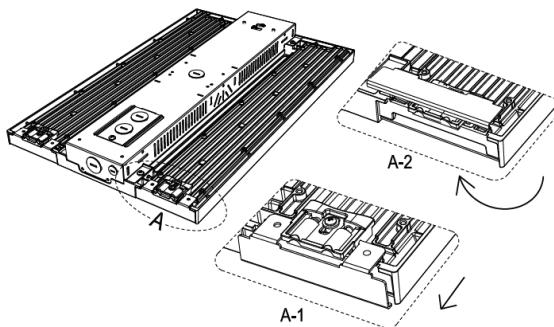

Figure 1
**STEP 1:** Push the retaining clasp with your finger to open the lens retaining plate in a rotating manner so that it falls into the slot of the heatsink. See Figure 1.
**IMPORTANT:** Ce produit doit être installé conformément aux codes en vigueur et par une personne qui connaît bien la fabrication du produit, son fonctionnement et les dangers qui y sont associés.**Remplacement de la Lentille****ÉTAPE 1:** Poussez sur la boucle de retenue avec votre doigt pour ouvrir la plaque de retenue de la lentille en la faisant tourner de sorte qu'elle tombe dans la fente du dissipateur thermique. Voir la Figure 1.**ÉTAPE 2:** Retirez la lentille du luminaire, remplacez-la par une nouvelle lentille et fermez la plaque de retenue de la lentille. Voir la Figure 2.**Réglage de la Température de Couleur Apparente et de la Puissance**